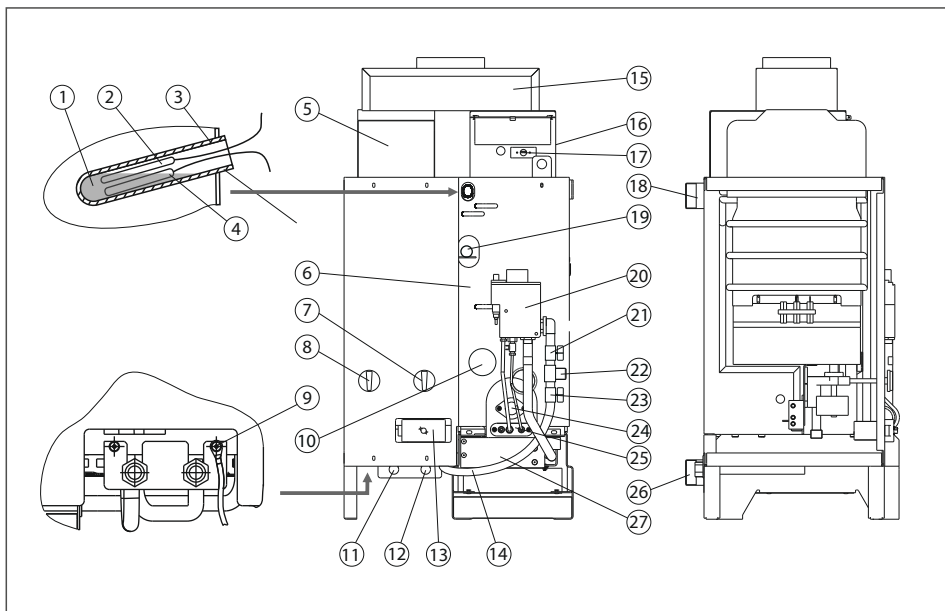

Рис. 1. Будова котла «Житомир-10»
Для коректної роботи терморегулятора і термоіндикатора, перед початком експлуатації в стакан корпусу котла необхідно залити 10 мл машинного масла (п.1 рис.1)
5.2.1. Для установки ТЕНа необхідно злити воду з котла (системи опалення), відкрутити заглушку (Рис.1 поз. 10) і встановити на її місце ТЕН з характеристиками, що відповідають таблиці 3.